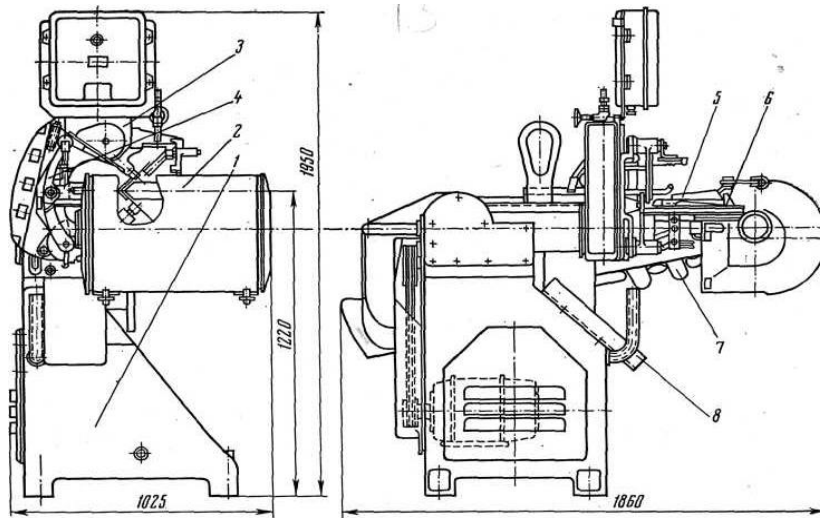

Рис. 1. Разделочная машина А8-ИТО
1. Выполнить чертеж машины (рис. 1) в масштабе 1:2.
2. Выполнить чертеж машины (рис. 1) в масштабе 1:2,5.
3. Выполнить чертеж машины (рис. 1) в масштабе 1:4.
4. Выполнить чертеж машины (рис. 1) в масштабе 1:5.
5. Выполнить чертеж машины (рис. 1) в масштабе 1:10.
6. Выполнить чертеж машины (рис. 1) в масштабе 1:15.
7. Выполнить чертеж машины (рис. 1) в масштабе 1:20.
8. Выполнить чертеж машины (рис. 1) в масштабе 1:25.
9. Выполнить чертеж машины (рис. 1) в масштабе 1:40.
10. Выполнить чертеж машины (рис. 1) в масштабе 1:50.
11. Выполнить чертеж машины (рис. 1) в масштабе 1:75.
12. Выполнить чертеж машины (рис. 1) в масштабе 1:100.
13. Выполнить чертеж машины (рис. 1) в масштабе 1:200.
14. Выполнить чертеж машины (рис. 1) в масштабе 1:400.
15. Выполнить чертеж машины (рис. 1) в масштабе 1:500.
16. Выполнить чертеж машины (рис. 1) в масштабе 1:800.
17. Выполнить чертеж машины (рис. 1) в масштабе 1:1000.
18. Выполнить чертеж машины (рис. 1) в масштабе 1:1.
19. Выполнить чертеж машины (рис. 1) в масштабе 2:1.
20. Выполнить чертеж машины (рис. 1) в масштабе 2,5:1.
21. Выполнить чертёж машины (рис. 1) в масштабе 4:1.
22. Выполнить чертёж машины (рис. 1) в масштабе 5:1.
23. Выполнить чертёж машины (рис. 1) в масштабе 10:1.
24. Выполнить чертёж машины (рис. 1) в масштабе 20:1.
25. Выполнить чертёж машины (рис. 1) в масштабе 40:1.